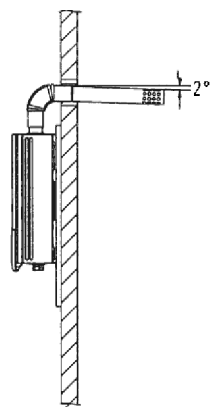

图10
■ 烟道水平段应尽可能短，且安装时应有向下倾斜 2° 的坡度，以利于冷凝水和雨水的排出。(如图10)